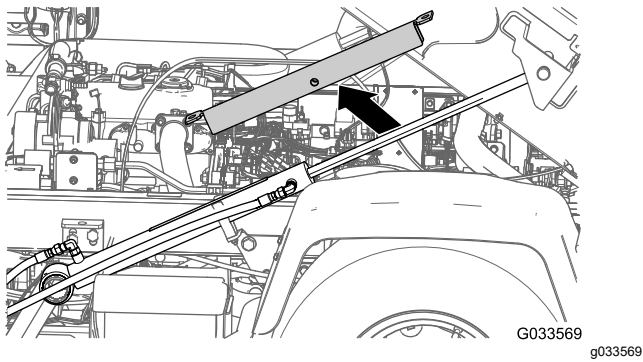
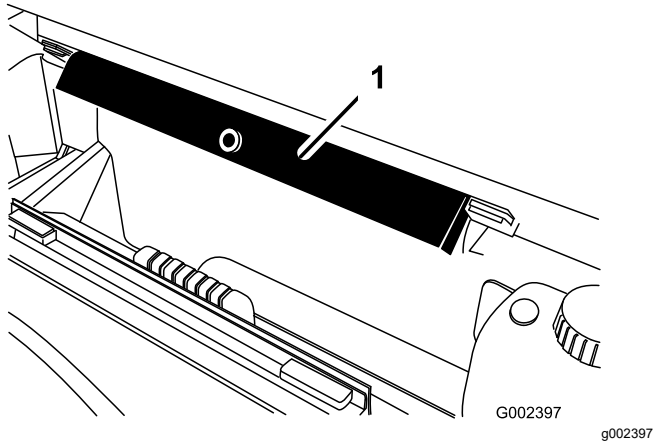

Bild 34
Bild 35
- Entfernen Sie die Ladepritschenstütze von dem Hubzylinder und lagern Sie die Stütze in den Lagerungshalterungen an der Rückseite der Überrollschutzplatte (**Bild 34** und **Bild 35**).